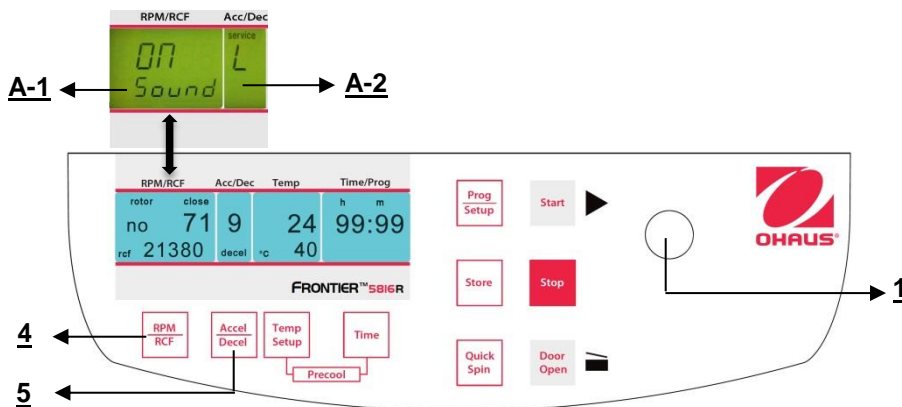

Abbildung. 32
Fahren Sie fort wie unter Punkt 4.1.1 beschrieben, um in den Programmmodus einzutreten und drücken Sie dann die Taste "**Accel/Decel**" (5). Auf der Anzeige blinkt "**Acc/Dec**" (A-2) das Wort "**Service**". Wählen Sie nun den Buchstaben "**L**" mit Hilfe des Anpassungsknopfes (1). Als Ergebnis erscheinen die Worte "**On Sound**" auf der Anzeige "**RPM | RCF**" (4). Wenn Sie die Taste "**RPM | RCF**" (4) nun drücken, blinkt das Wort "**On**" und Sie können den Ton mit dem Anpassungsknopf (1) umschalten (siehe Abbildung 32). Nachdem Sie die Einstellungen gespeichert haben (siehe 4.1.1), ändern Sie zurück zum normalen Programmiermodus, indem Sie die Zentrifuge kurzzeitig ausschalten.